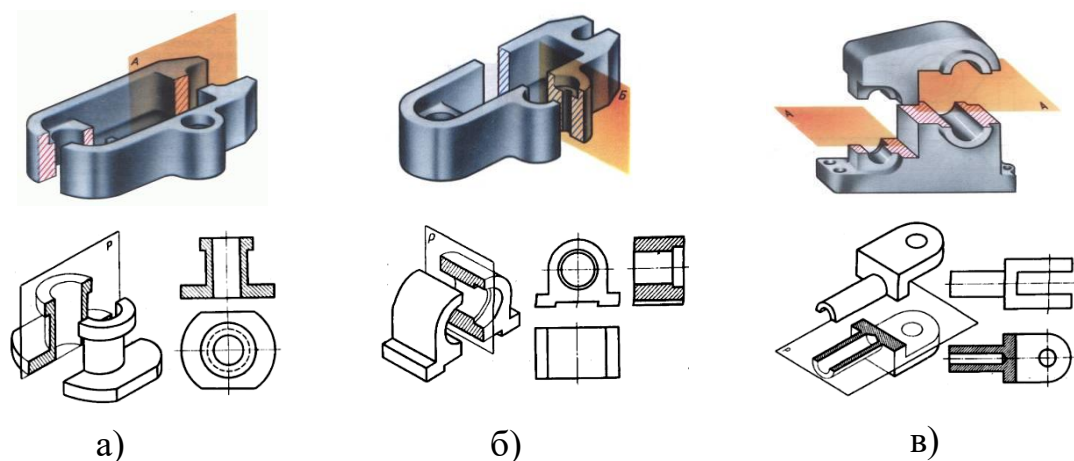

Рисунок 4.4 - Простые разрезы
- горизонтальные - секущая плоскость параллельна горизонтальной плоскости проекций (рисунок 4.4, в);
- вертикальные - секущая плоскость параллельна фронтальной либо профильной плоскости проекций (рисунок 4.4, а; 4.4, б);